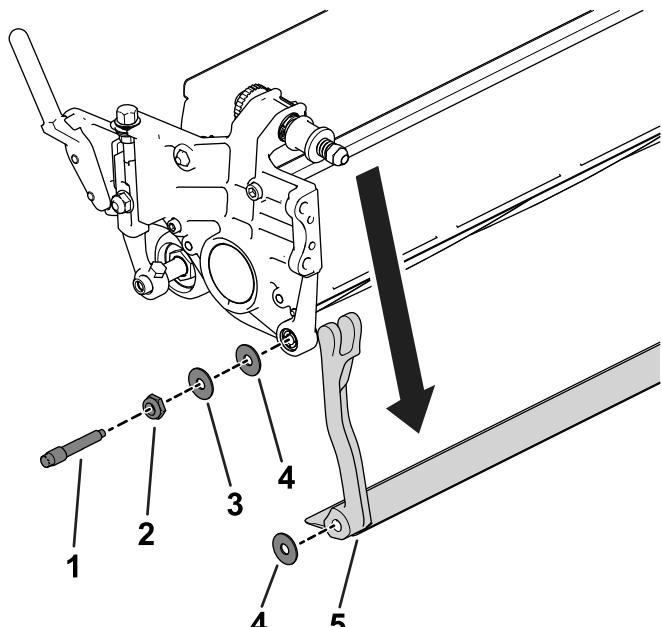

Figura 20
- Em cada um dos lados da máquina, desaperte a porca de bloqueio que se mostra na Figura 20.
- Remova cada um dos parafusos da barra de apoio, de modo a puxá-la para baixo e retirá-la da unidade de corte (Figura 20).